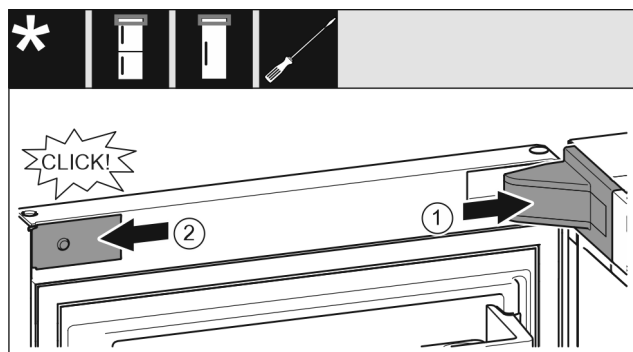

Fig. 21
- ▶ Anbring hængselkonsollens afdækning, og sørg for, at den går i indgreb, tryk den eventuelt forsigtigt fra hinanden. Fig. 21 (1)
- ▶ Sæt afdækningen på i siden i, og lad den gå i indgreb. Fig. 21 (2)